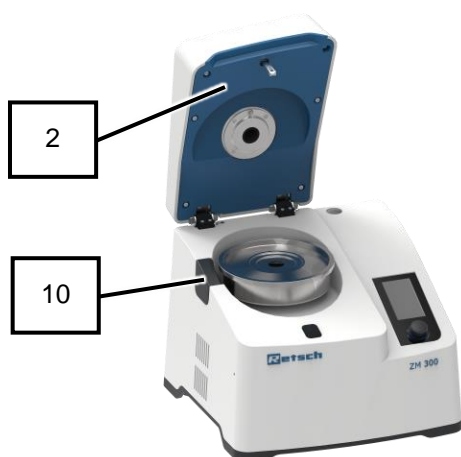

Fig. 46: Aparato con recipiente colector y herramientas de molienda
2. Abra la cubierta del aparato (2).
3. Desconecte el aparato mientras está abierta la cubierta (2).
→ El aparato está desconectado y la cubierta (2) está abierta (Fig. 46).
4. Si se han insertado, retire las herramientas de molienda y el recipiente colector (26) del recinto interior (10) (Fig. 46).
5. Extraiga hacia arriba la brida de goma (9) que es la abertura para el recipiente colector de ciclón (26) (Fig. 46).